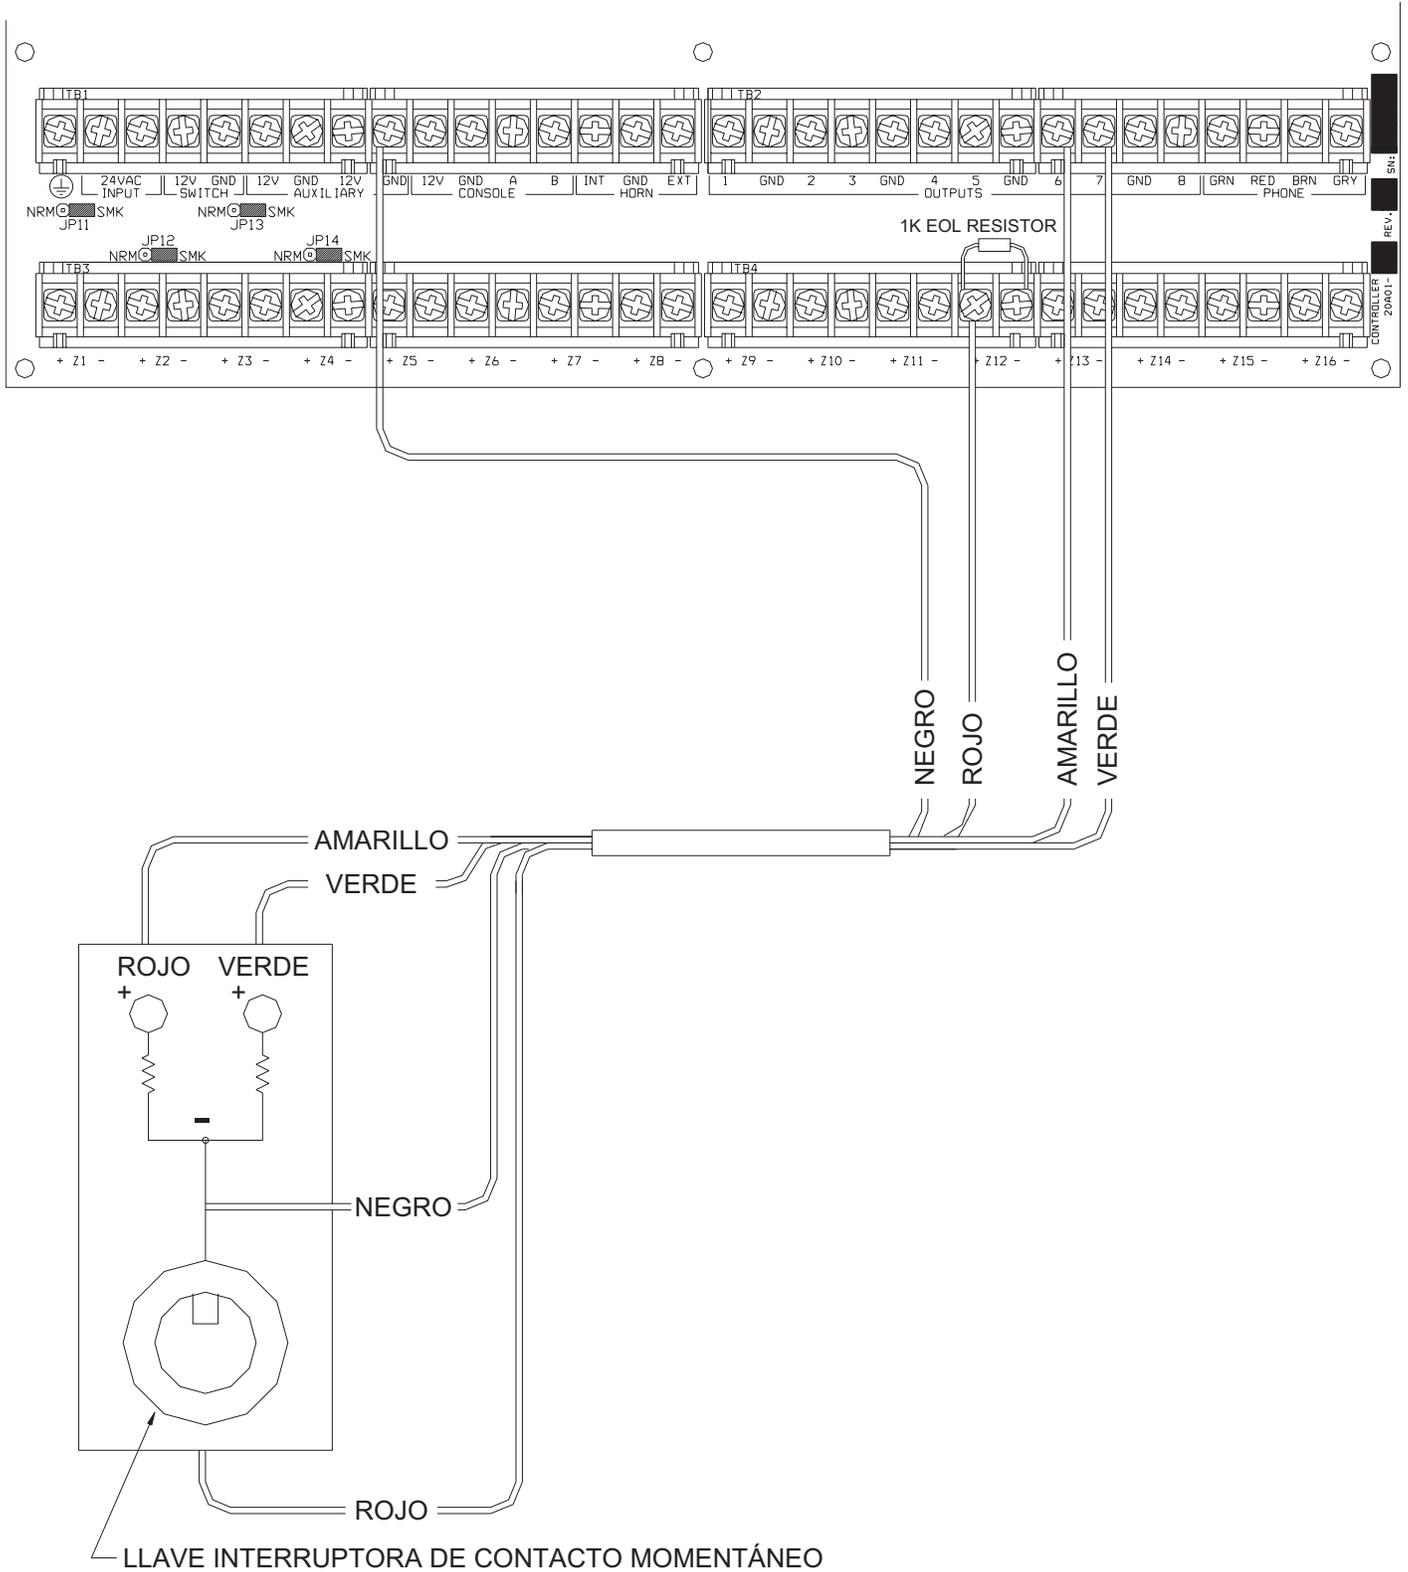

FIGURA 10 - CONEXIONES DE INTERRUPTOR DE LLAVE REMOTO
4. Para esta configuración consulte la **FIGURA 10 (CONEXIÓN DE INTERRUPTOR DE LLAVE REMOTO)**.